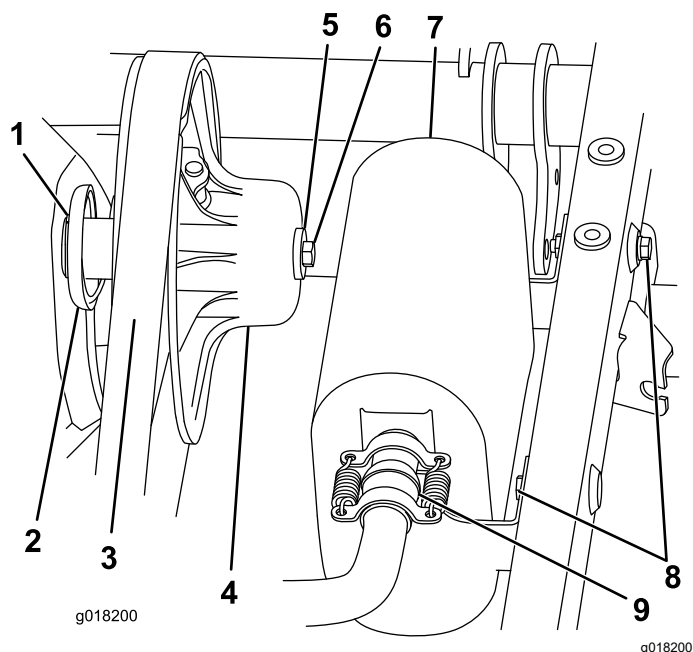

Figura 9
3. Desligue as duas molas que prendem panela de escape ao sistema de exaustão, retire as duas fixações que prendem a panela de escape à estrutura e retire a panela de escape (Figura 9).
4. Retire correia da embraiagem secundária (Figura 9).
5. Retire o parafuso e anilha escalonada que prendem a embraiagem e empurre a embraiagem para fora da transmissão (Figura 9).